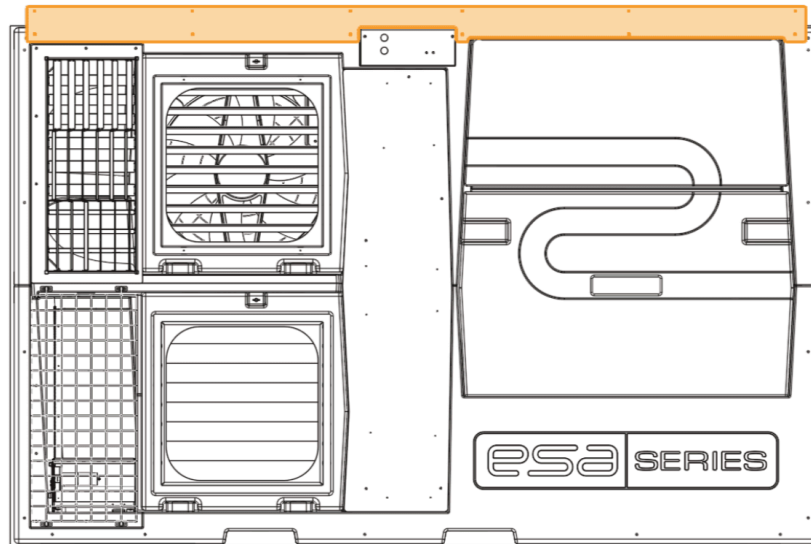

Figure 8 Alignement du contour du haut #1 avec l'échangeur de chaleur
- Alignez le contour #1 avec l'échangeur de chaleur, tel que le démontre la Figure 8.
- Vissez en place avec six (6) vis fournies #14 x 3/4" (item 5), en débutant par le centre, dans les plus gros trous, soit la rangée de trou du haut du contour #1. Les vis 3" seront utilisées plus tard.